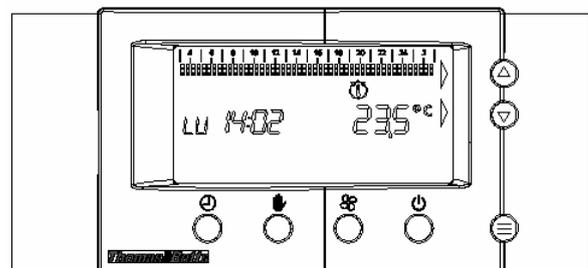

fig.17
- d. Si la régulation déportée est en mode initial (fig. 17), presser la touche  durant 15 sec.